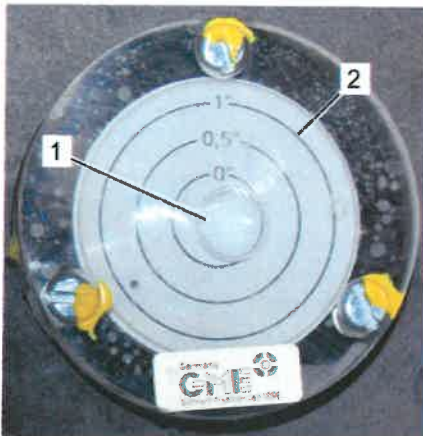

Abb. 53: Dosenlibelle
5. Ausrichtung an der Dosenlibelle (Abb. 53) (Art.-Nr. 4001/0298) prüfen. Die Blase (Abb. 53/1) der Dosenlibelle muss sich innerhalb des 1°-Kreises (Abb. 53/2) befinden.